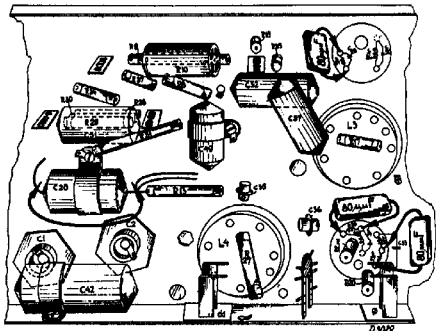
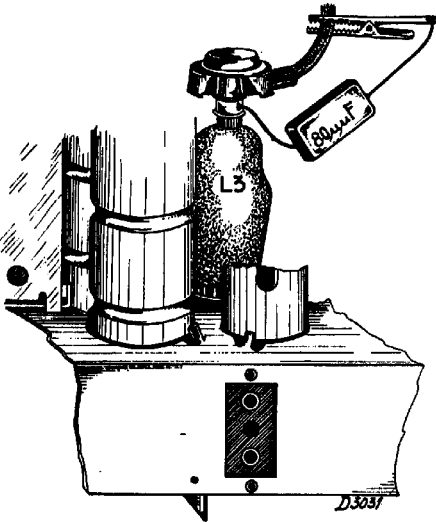
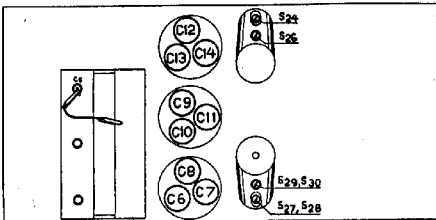

Fig. 2
Fig. 3
Fig. 4
2. Volumeregelaar op maximum draaien. Automatische volumeregeling uitschakelen door C28 kort te sluiten (zie fig. 2).
8. Oscillator kortsluiten door een draadje parallel aan C5 te schakelen (fig. 4).
7. Oscillator kortsluiten door een draadje parallel aan C5 te schakelen (fig. 4).
5. 3e M.F.-kring verstemen met een condensator van 80 $\mu\mu\text{F}$ parallel aan S27 + S28 (In fig. 2 is deze condensator abusievelijk parallel aan S27 geteekend) en S29, S30 van 4e M.F.-kring afregelen. (fig. 4).
6. 4e M.F.-kring verstemen met 80 $\mu\mu\text{F}$ parallel aan S30 (fig. 2) en S27, S28 van 3e M.F.-kring afregelen (fig. 4).
7. 1e M.F.-kring verstemen met 80 $\mu\mu\text{F}$ parallel aan S24 (fig. 2) en S26 van 2e M.F.-kring afregelen (fig. 4).
8. 2e M.F.-kring verstemen met 80 $\mu\mu\text{F}$ (fig. 3) en S24 van 1e M.F.-kring afregelen (fig. 4).